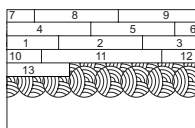

Figura 8d
- Asegúrese de no esparcir el adhesivo mucho más adelante del área en la que está trabajando (Figura 8d).